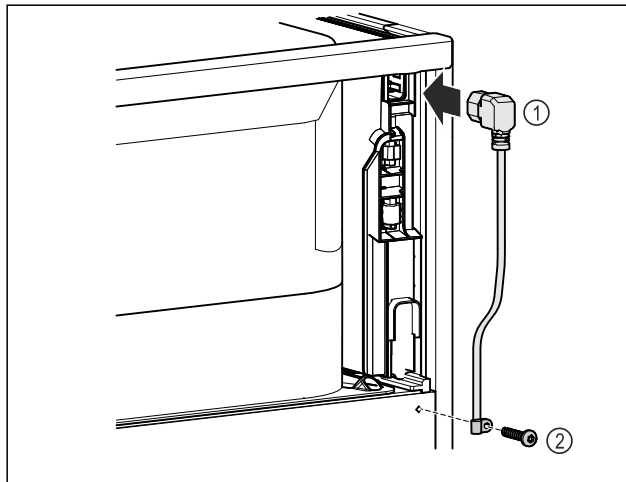

Fig. 72
- Kaltgerätebuchse der Netzanschlussleitung Fig. 72 (1) auf der Rückseite des Gerätes einstecken.
- Zugentlastung montieren. Fig. 72 (2)